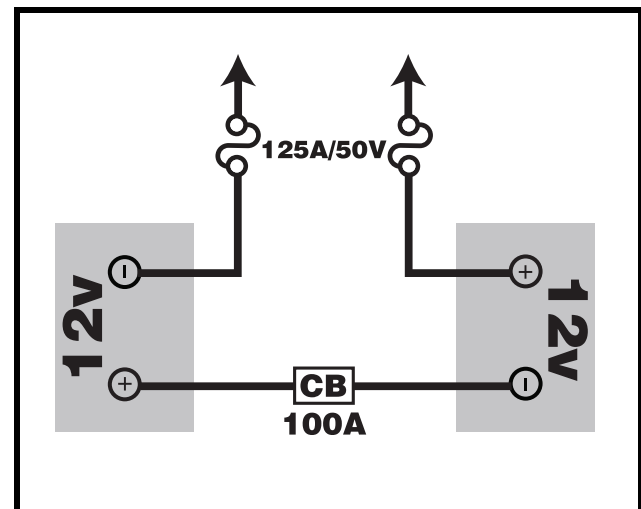

Abb. 13A. Batteriekabelverlauf
9. Schließen Sie das schwarze Batteriekabel an den Minuspol (-) Batterieanschluss auf jeder Batterie an. **Siehe Abb. 13A.**